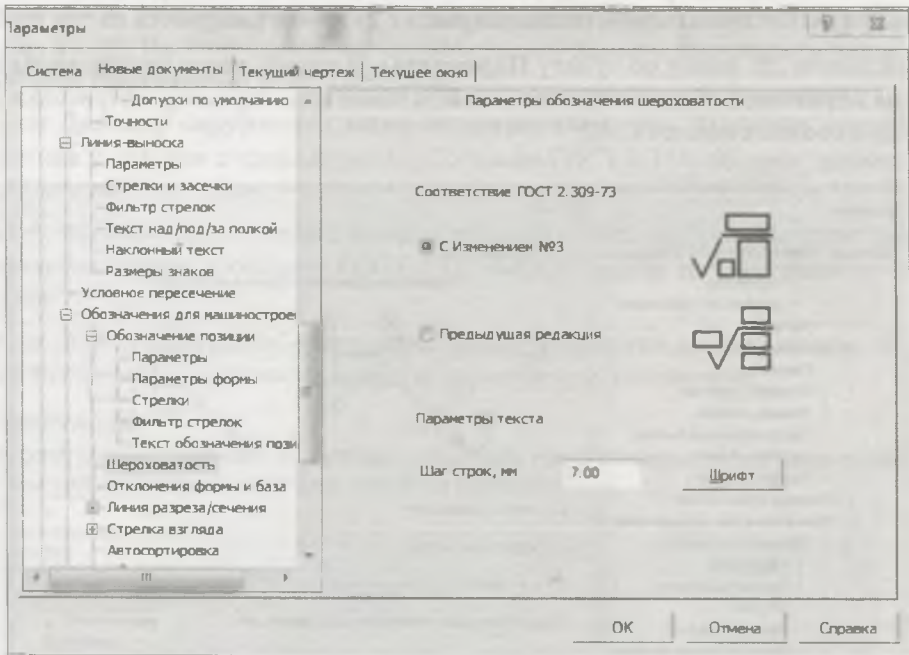

Рис. 17.28. Диалоговое окно **Параметры** с открытой панелью **Шероховатость**
- щелкните по пункту **Шероховатость** — в правой части откроется панель **Параметры обозначения шероховатости** (рис. 17.28). На этой панели установлен пункт **С изменением №3**. На сегодняшний день данное обозначение соответствует ГОСТ 2.309–73. Вы можете изменить шаг строк и шрифт на прямой;